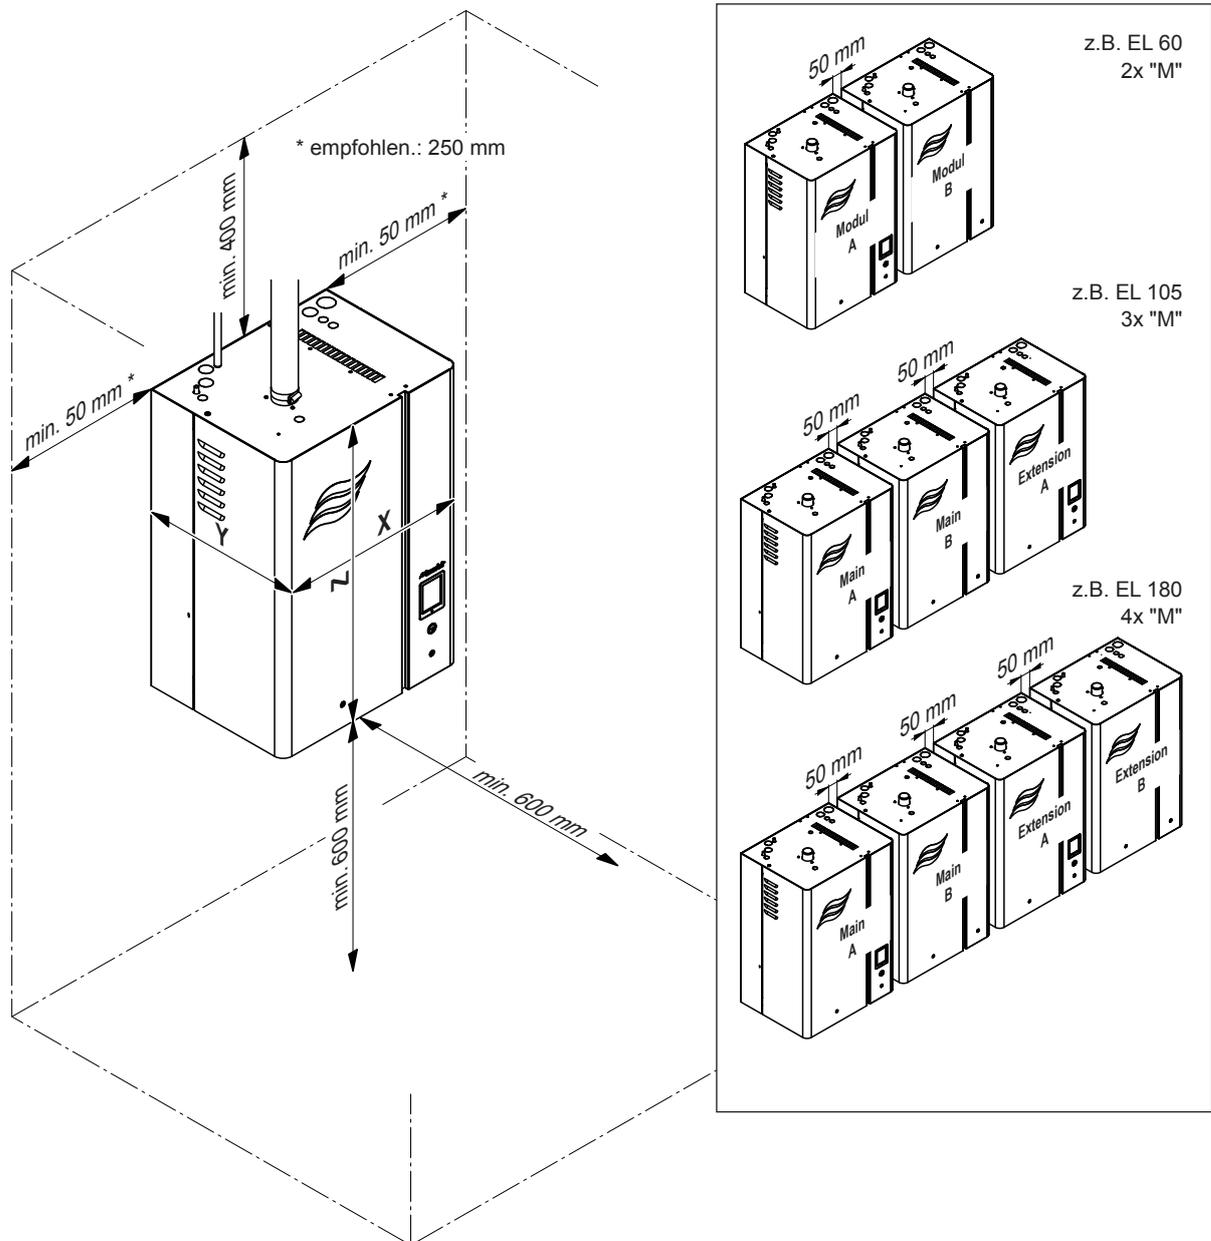

Abb. 9: Einzuhaltende Abstände
- Dampf-Luftbefeuchter so platzieren, dass das **Gerät gut zugänglich** und genügend Platz für die Wartung vorhanden ist. Die **Minimalabstände** gemäss Abb. 9 **müssen eingehalten werden**.
- Damit die mitgelieferten Kabel bei Doppelgeräten und Linkup-Systemen verwendet werden können, müssen die einzelnen Geräte in der angegebenen Reihenfolge mit einem maximalen Abstand von 50 mm nebeneinander und auf gleicher Höhe montiert werden (siehe Abb. 9).